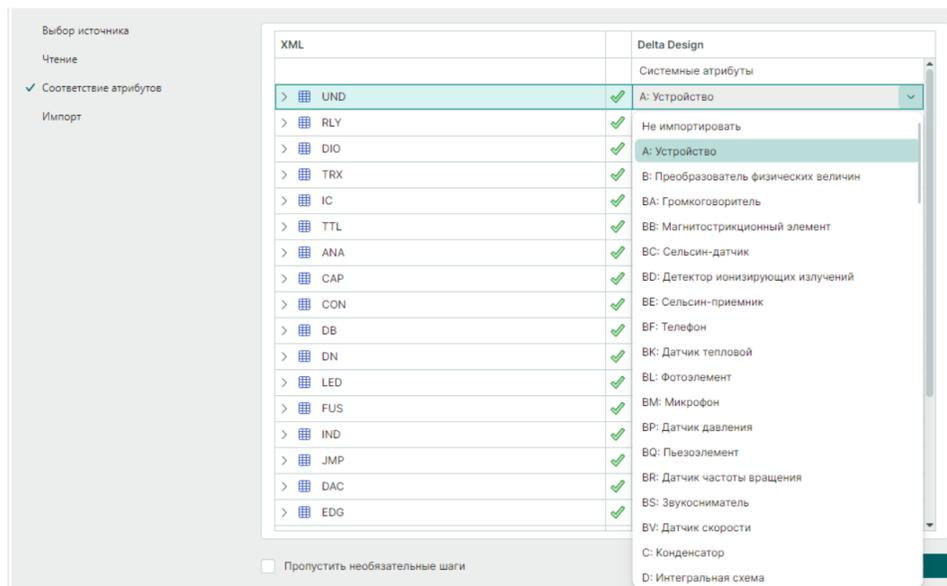

Рис. 20 Выбор соответствия атрибутов
6. На этапе «Соответствие атрибутов» при необходимости в таблице сопоставления выберите соответствующие атрибуты для компонентов, см. Рис. 20, и нажмите «Далее».